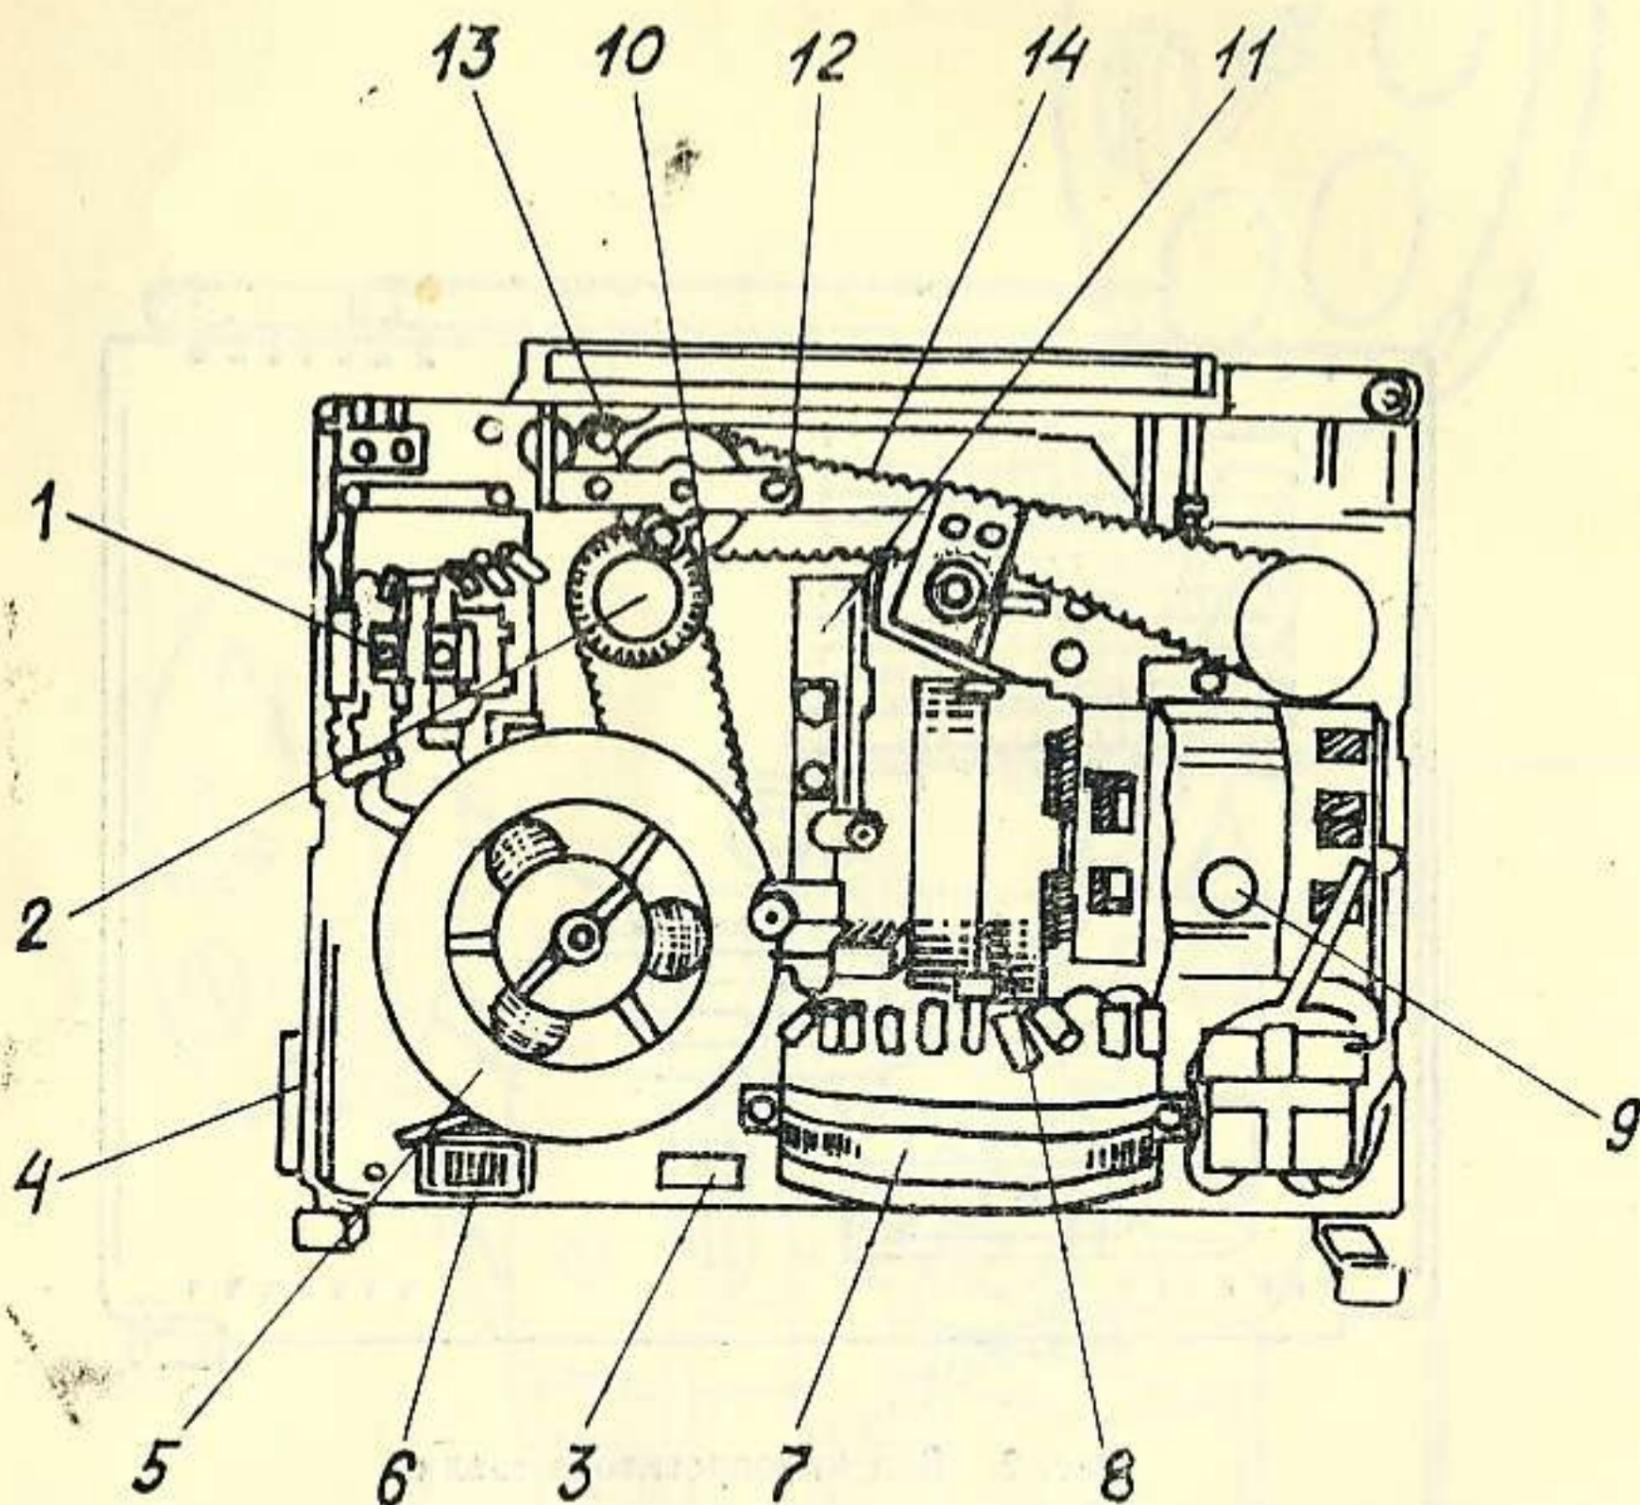
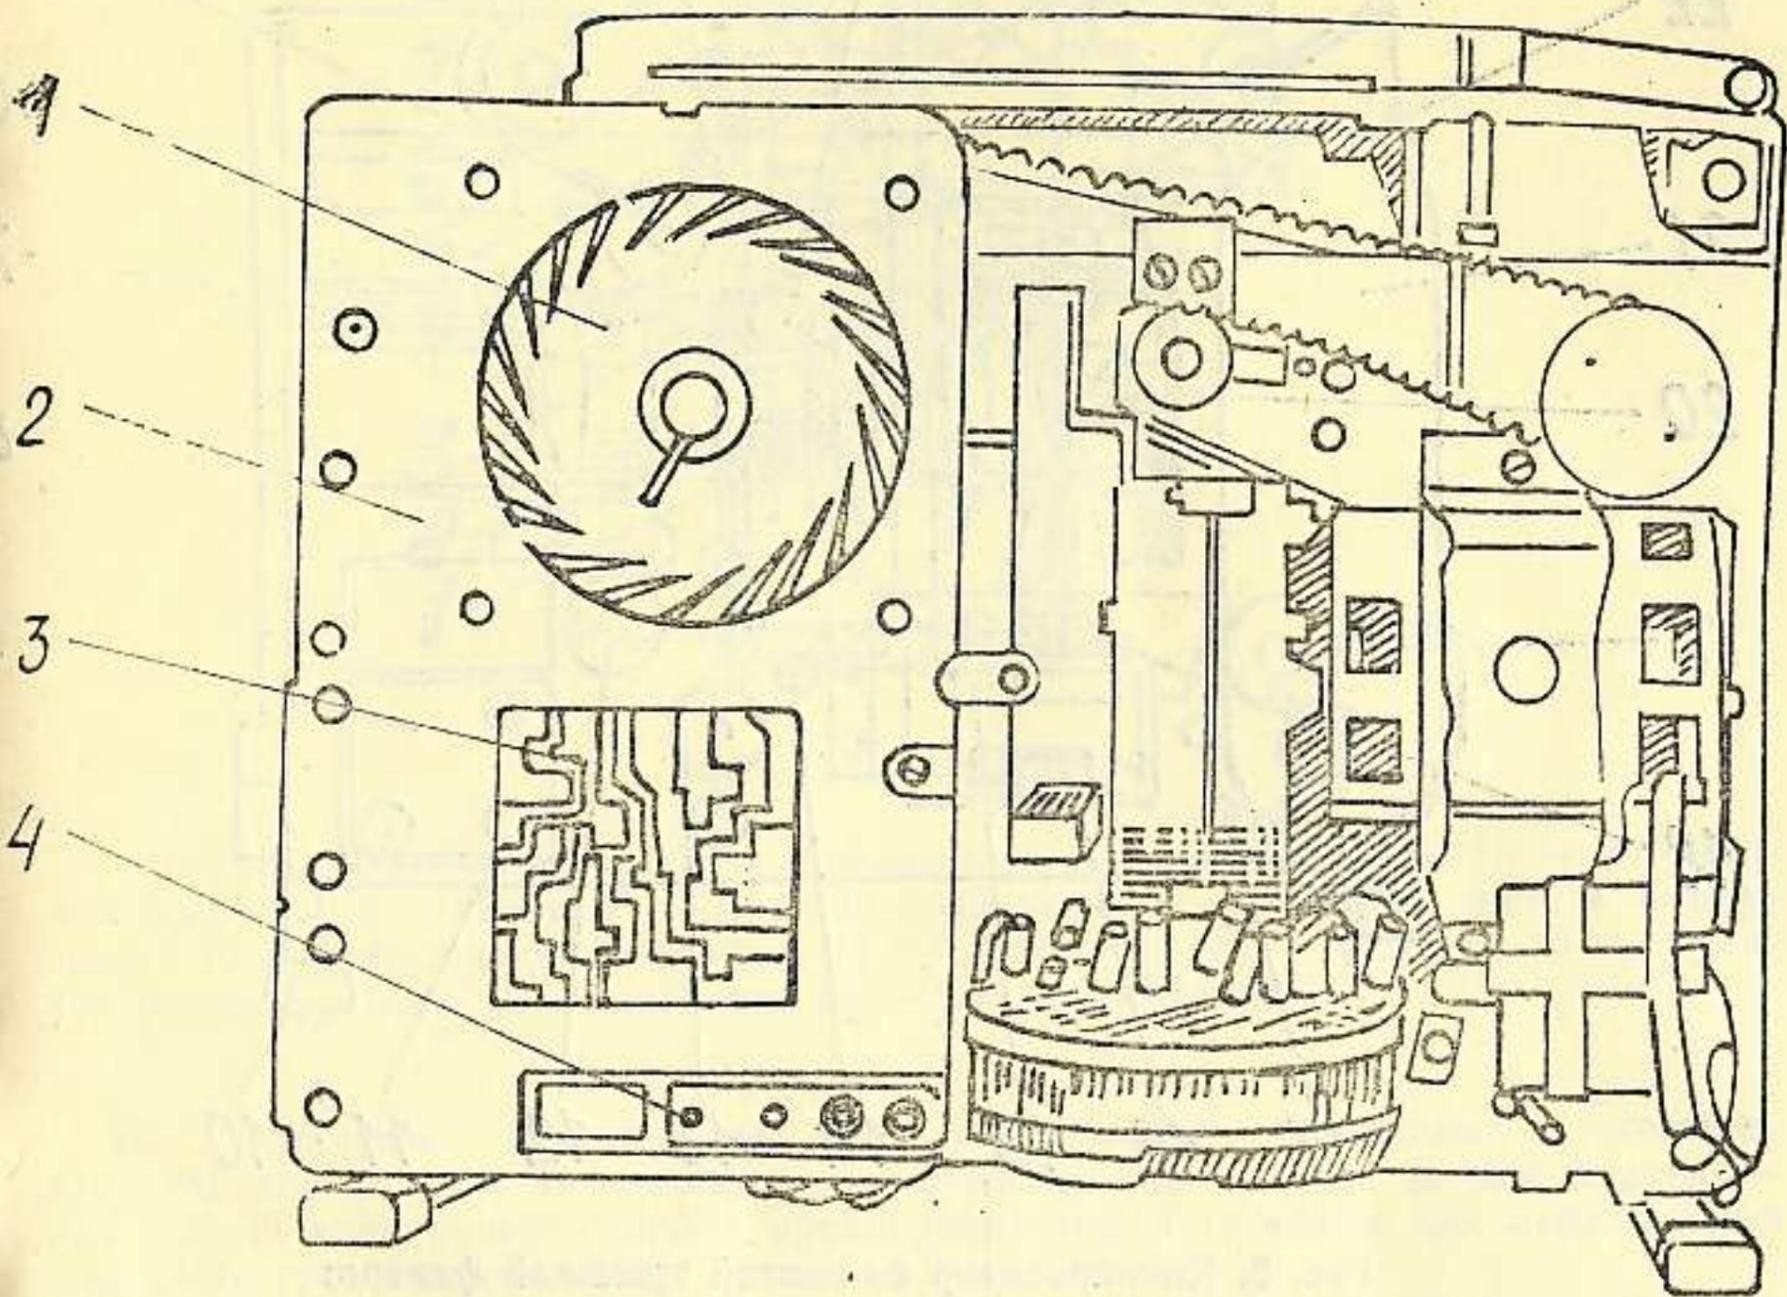
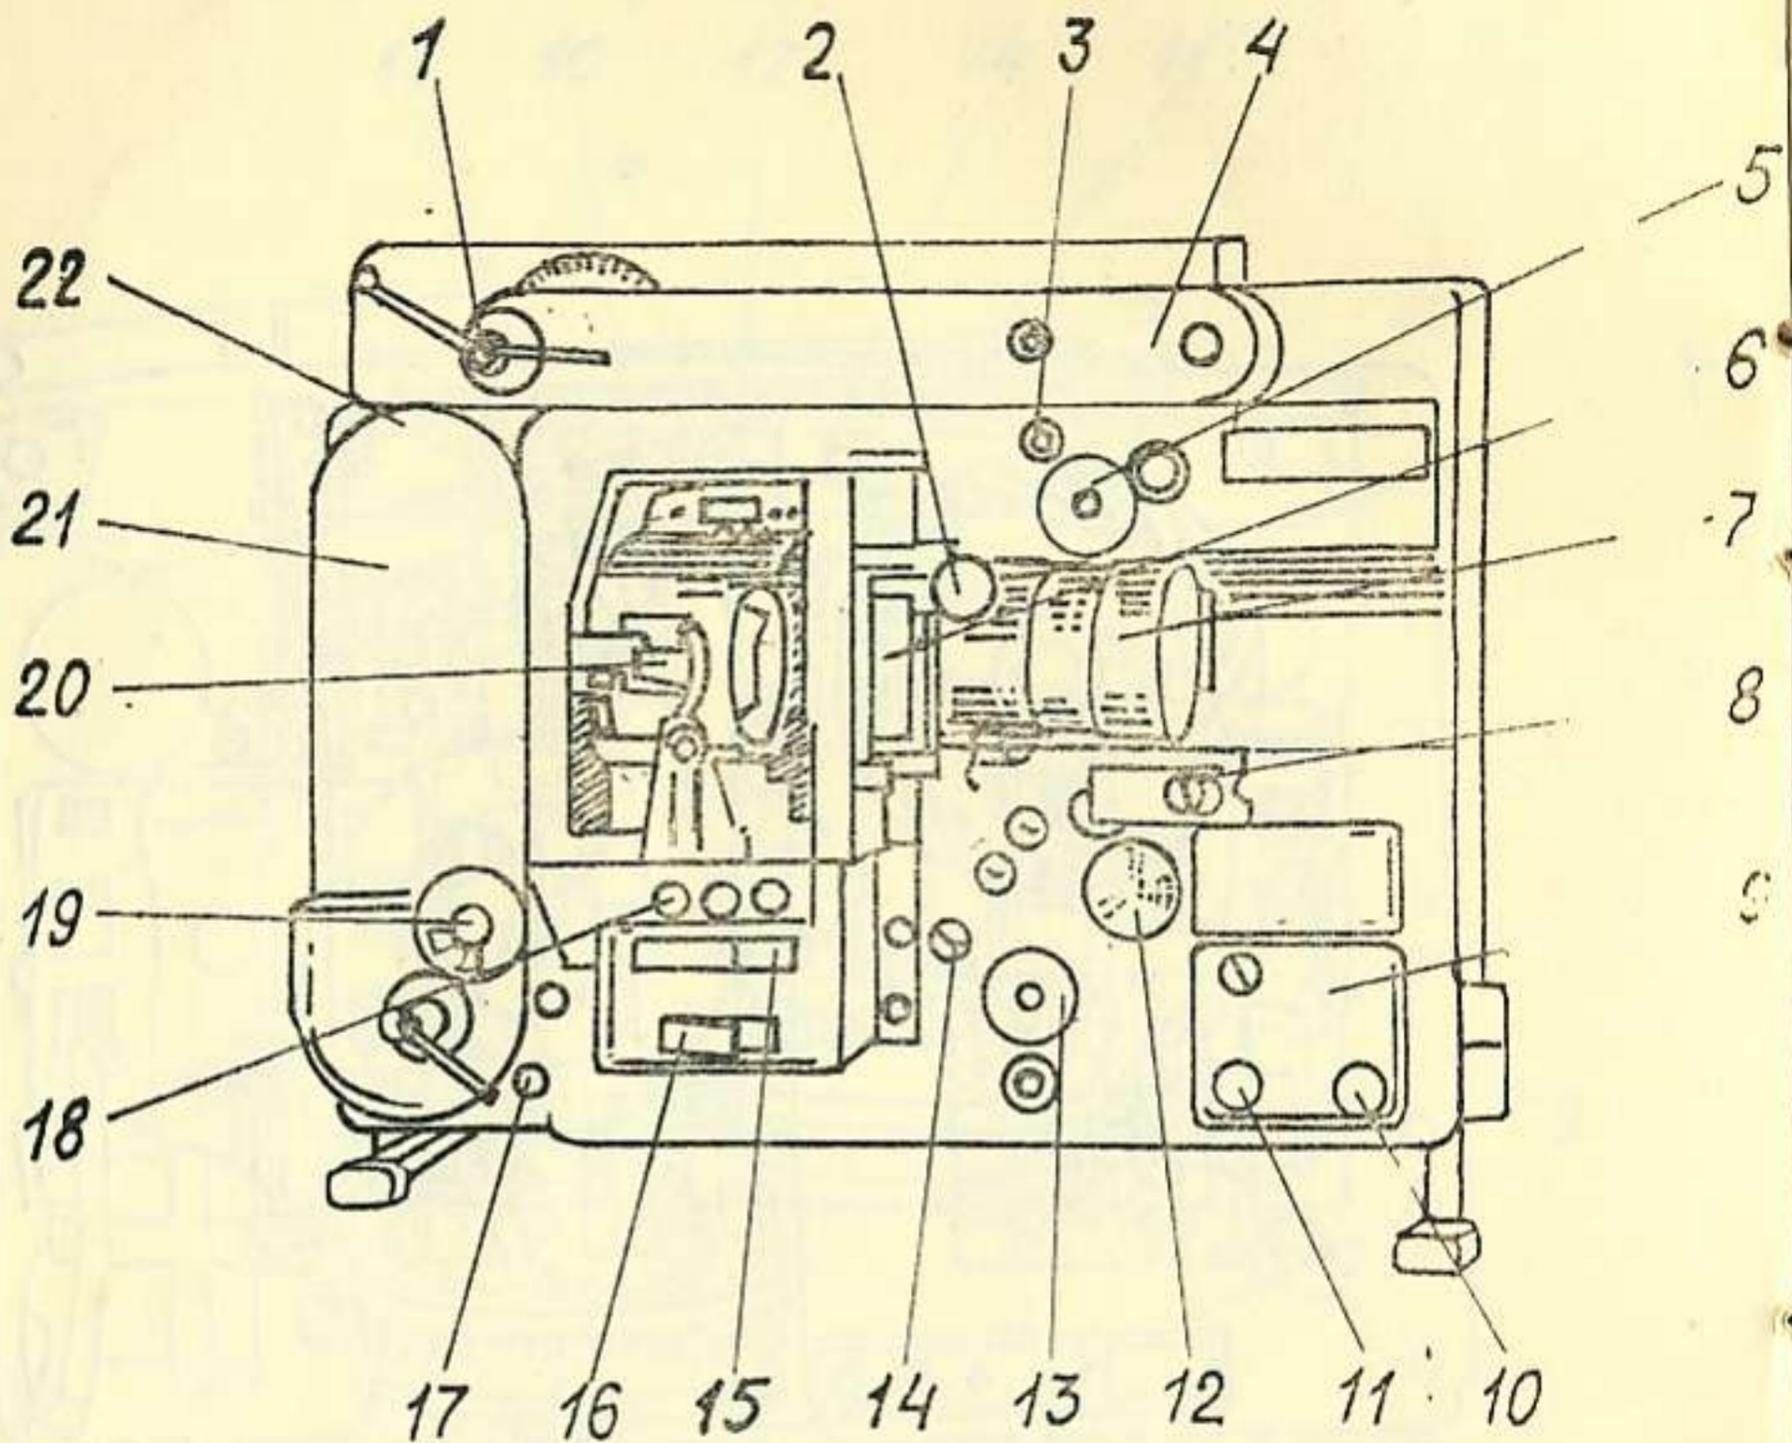
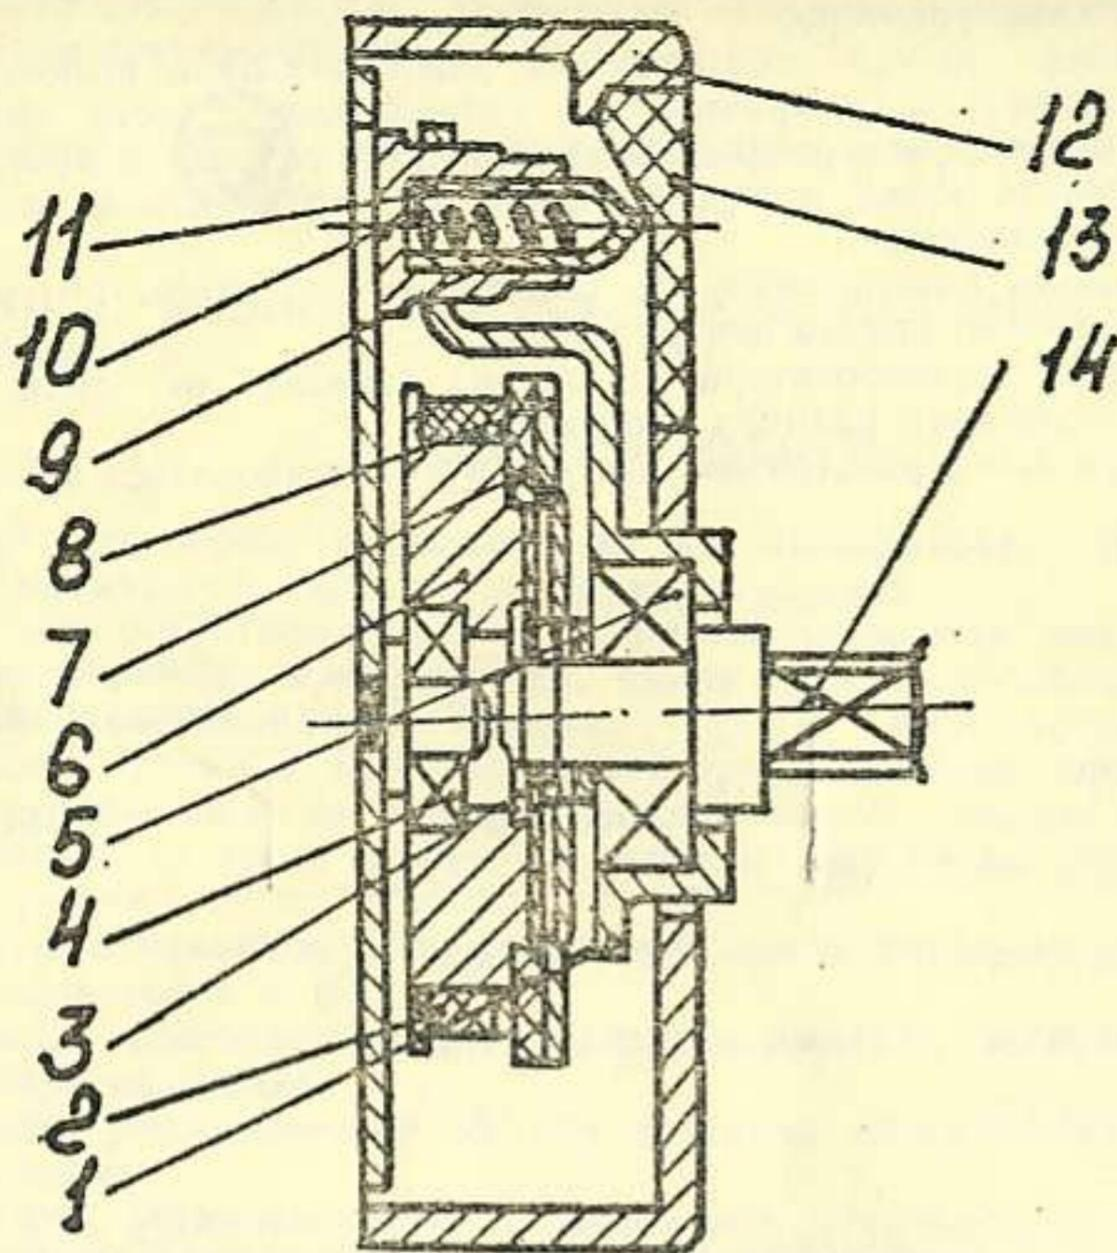

Рис. 3. Вид кинопроектора со снятой задней крышкой и электроблоком:
Рис. 4. Вид кинопроектора со снятой задней крышкой:
Рис. 5. Кинопроектор со снятой крышкой фонаря:
Рис. 6. Наматыватель:
5.1. Кинопроектор состоит из корпуса, механизма, двигателя, наматывателя, сматывателя, объективодержателя с объективом, фонаря, блока управления и усилителя (рис. 3, 4, 5).
Фильмопротяжный тракт состоит из тянущего поз. 5 (рис. 5) и задерживающего поз. 13 (рис. 5) зубчатых барабанов, направляющих роликов и фильмового канала.
Стабилизатор скорости движения фильма представляет собой двухзвенный механический фильтр, состоящий из маховика поз. 5 (рис. 3) и пружинного демпфера поз. 14 (рис. 5). На валу маховика расположен гладкий барабан поз. 12 (рис. 5), на котором производится чтение фонограммы. Прижим пленки к гладкому барабану осуществляется прижимным роликом поз. 8 (рис. 5).
Чтение фотографической фонограммы осуществляется с помощью фотодиода, сигнал с которого поступает на усилитель через разъем поз. 6 (рис. 3).
Электропитание элементов кинопроектора осуществляется с помощью трансформатора поз. 7 (рис. 3) и выпрямителей с фильтрами поз. 1 (рис. 3).
5.3. Механизм кинопроектора поз. 11 (рис. 3) устанавливается на корпусе и осуществляет прерывистое перемещение фильма в фильмовом канале.
Механизм приводится в движение двигателем поз. 9 (рис. 3) с помощью плоского резинового ремня.
Двигатель приводит во вращение вентилятор поз. 8 (рис. 3).
Червячная передача поз. 2 (рис. 3) передает вращение на вал тянущего зубчатого барабана, который плоскозубчатой ременной передачей поз. 10 (рис. 3) связан с валом задерживающего зубчатого барабана.
Через блок поз. 13 (рис. 3), установленный на корпусе кинопроектора, плоскозубчатым ремнем поз. 12 (рис. 3) вращение передается на наматыватель поз. 21 (рис. 5).
5.4. В наматывателе (рис. 6) установлен следящий за весом бобины фрикцион, передача на который осуществляется плоскозубчатым ремнем. Там же установлен переключатель емкости бобин поз. 19 (рис. 5).
5.5. Сматыватель поз. 4 (рис. 5) представляет собой крошштейн, на котором установлен фрикцион с постоянным моментом сил трения. Там же расположена рукоятка поз. 1 (рис. 5), предназначенная для ручной перемотки фильма.
5.6. Блок управления поз. 18 (рис. 5) включает механизм кинопроектора и проекционную лампу с помощью кнопочной станции поз. 15 (рис. 5), расположенной на блоке или на пульте дистанционного управления. Схема блока управления приведена на принципиальной электрической схеме кинопроектора.
5.7. Усилитель кинопроектора поз. 2 (рис. 4) выполнен на съемной плате поз. 3 (рис. 4), подключаемой к кинопроектору разъемом поз. 3 и поз. 6 (рис. 3).
На усилителе поз. 2 (рис. 4), установлены встроенный громкоговоритель поз. 1 (рис. 4) и колодка со штырями поз. 4 (рис. 4) для подключения кабеля «кинопроектор-сеть», предохранителем и гнездами для подключения выносного громкоговорителя.
5.8. Кинопроекционная лампа установлена в фонаре поз. 20 (рис. 5), где лампа может перемещаться относительно кадрового окна кинопроектора при юстировке проекционной светооптической системы.
В объективодержателе поз. 3 (рис. 5) устанавливается объектив кинопроектора поз. 7 (рис. 5).
6.10. Переключатель режима работы проекционной лампы поз. 16 (рис. 5) установить в нормальный или экономичный режим работы лампы.
Заменить фрикционный диск 7 (рис. 6) следующим образом: